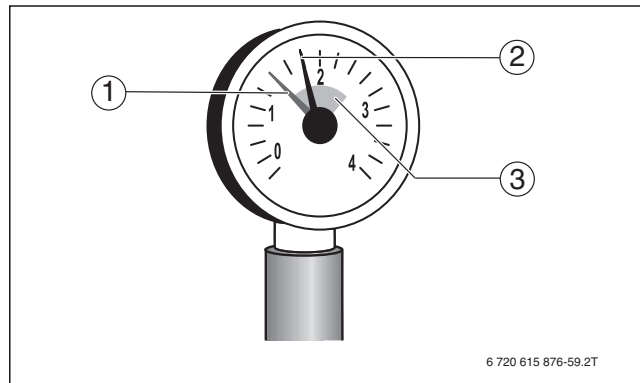

Рис. 5 Манометр для закрытых систем отопления
- ▶ Осторожно откройте водопроводный кран и медленно заполните отопительную систему. При этом наблюдайте за показаниями манометра (→ рис. 5, стр. 10).